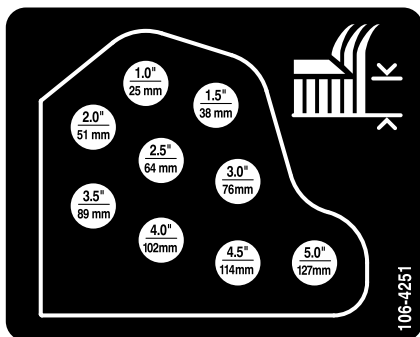

Figura 18
10. Montate le catene dell'altezza di taglio nel foro dell'altezza di taglio desiderata usando il perno con testa e la coppiglia (Figura 18).